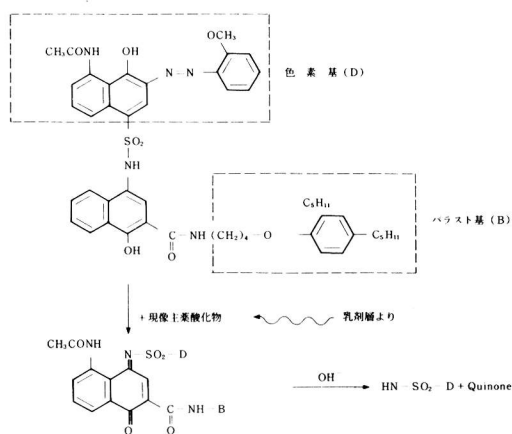

図4. インスタント・カラーでの色素放出
(5) 現像剤が乳剤層に入って現像反応が行われると、現像薬の酸化物が生じて色素放出層へ拡散する。色素放出剤の反応を図4に示す。バラスト基は、色素放出剤自体がゼラチン中で拡散しないよう位置を固定する。現像剤酸化物によって放出された色素は濃度拡散してフィルム内暗室の外へ出て受像層に固定され、目に見える画像となる。